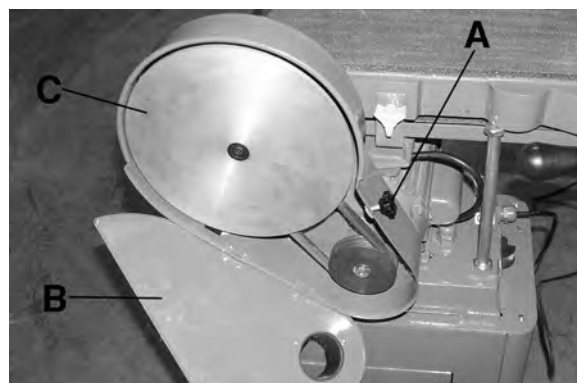
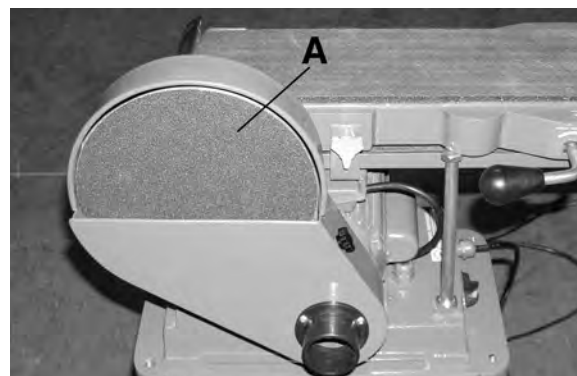

Figure 9
Figure 10
1. Dévissez et retirez le bouton de verrouillage (A) Fig.9 et ouvrez le couvercle du disque (B).
2. Avant d'installer un disque de ponçage, le disque en aluminium (C) doit être parfaitement propre sinon il est possible que les opérations de ponçage du disque soient moins que satisfaisants ou le disque de ponçage pourrait perdre son adhésion et sera projeté dans l'air.
3. La pellicule adhésive doit être enlevée à l'arrière du disque de ponçage (A) Fig.10. Une pression doit être appliquée afin que les deux surfaces collent bien.
4. Fermez le couvercle du disque de ponçage et verrouillez-le en place en utilisant le même bouton de verrouillage. Voir Fig.10.